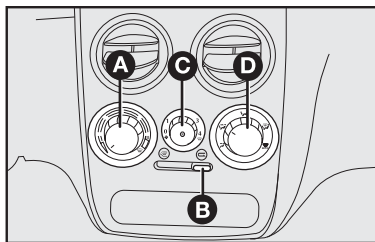

fig. 42
COMANDOS - fig. 42
1) Seletor para a temperatura do ar **A-fig. 42** totalmente posicionado à esquerda.
2) Seletor do ventilador **C-fig. 42** posicionado na velocidade máxima.
3) Seletor de distribuição do ar **D-fig. 42** apontado para ; controlar para que todas as saídas de ar estejam totalmente abertas.
4) Ligar o ar-condicionado apertando o seletor a partir da posição **1 C-fig. 42** (a luz-espia no seletor irá acender).